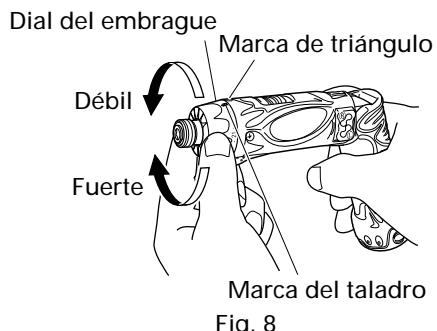

Fig. 8
6. Confirmar la posición del dial del embrague (Ver la Fig. 8).
(2) Indicación del par de apriete (Consulte la Fig. 8)
(3) Ajuste del par de apriete (Consulte la Fig. 8)